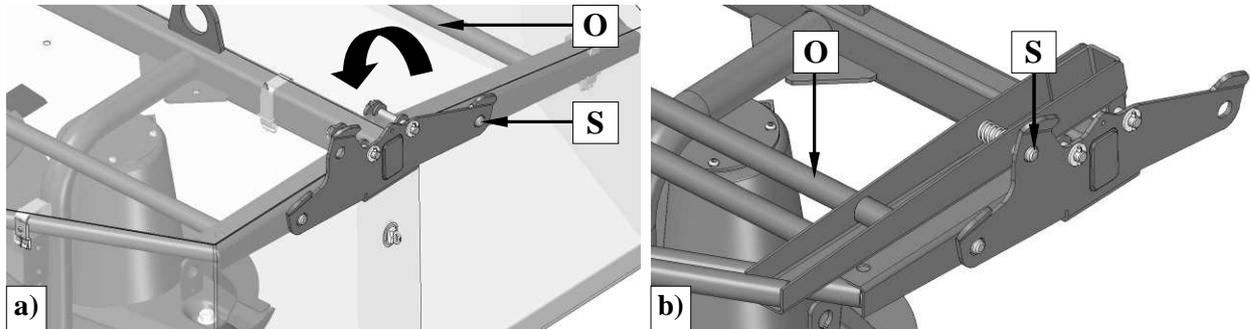

Рис. 11. Способ установки передней защиты для транспорта
Перед установкой косилки в транспортную позицию следует поднять переднюю защиту косилки (O) и защитить её шкворнем (S) (Рис. 11) находящимся с правой стороны защиты. Не поднята и неправильно защищена защита может прочно повредить защиту косилки или элементы трактора напр. задние фары.